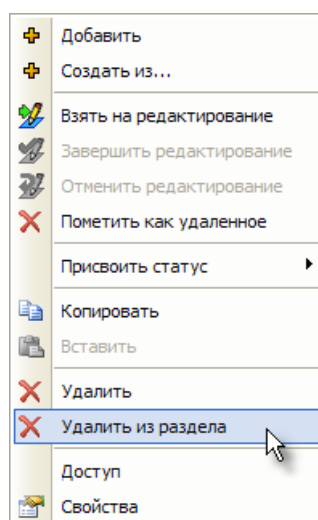

Рис. 3-21
2. В правой части окна выделите задачу обслуживания и в ее контекстном меню выберите пункт **Удалить из раздела** (рис. 3-21). Если задача обслуживания не имеет прямой связи с выбранным уровнем справочника, этот пункт меню будет недоступен.